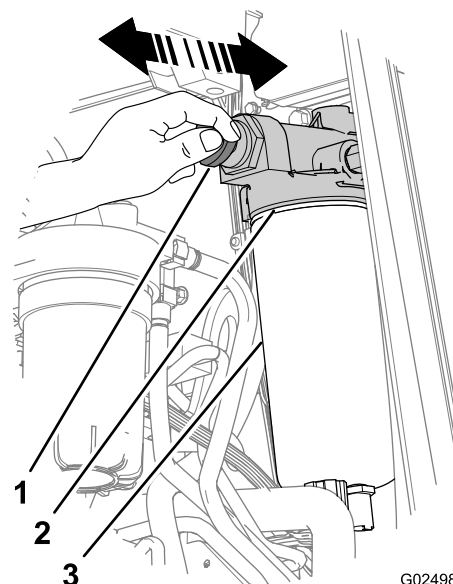

Figure 81
3. Nettoyez la tête de la pompe à carburant et la pompe d'amorçage à l'aide d'un nettoyant aérosol à séchage rapide et à l'air comprimé (Figure 81).
4. Déverrouillez la poignée de la pompe d'amorçage en la tournant **dans le sens antihoraire** (Figure 81).
5. Actionnez la poignée de la pompe d'amorçage (Figure 81) jusqu'à ce que vous sentiez une résistance et que vous ne puissiez plus pomper (environ 140 à 150 pompages pour les filtres secs ou 20 à 60 pompages pour les filtres préremplis).
6. Verrouillez la poignée de la pompe d'amorçage manuelle en la tournant dans le sens horaire jusqu'à ce qu'elle soit complètement engagée (Figure 81).